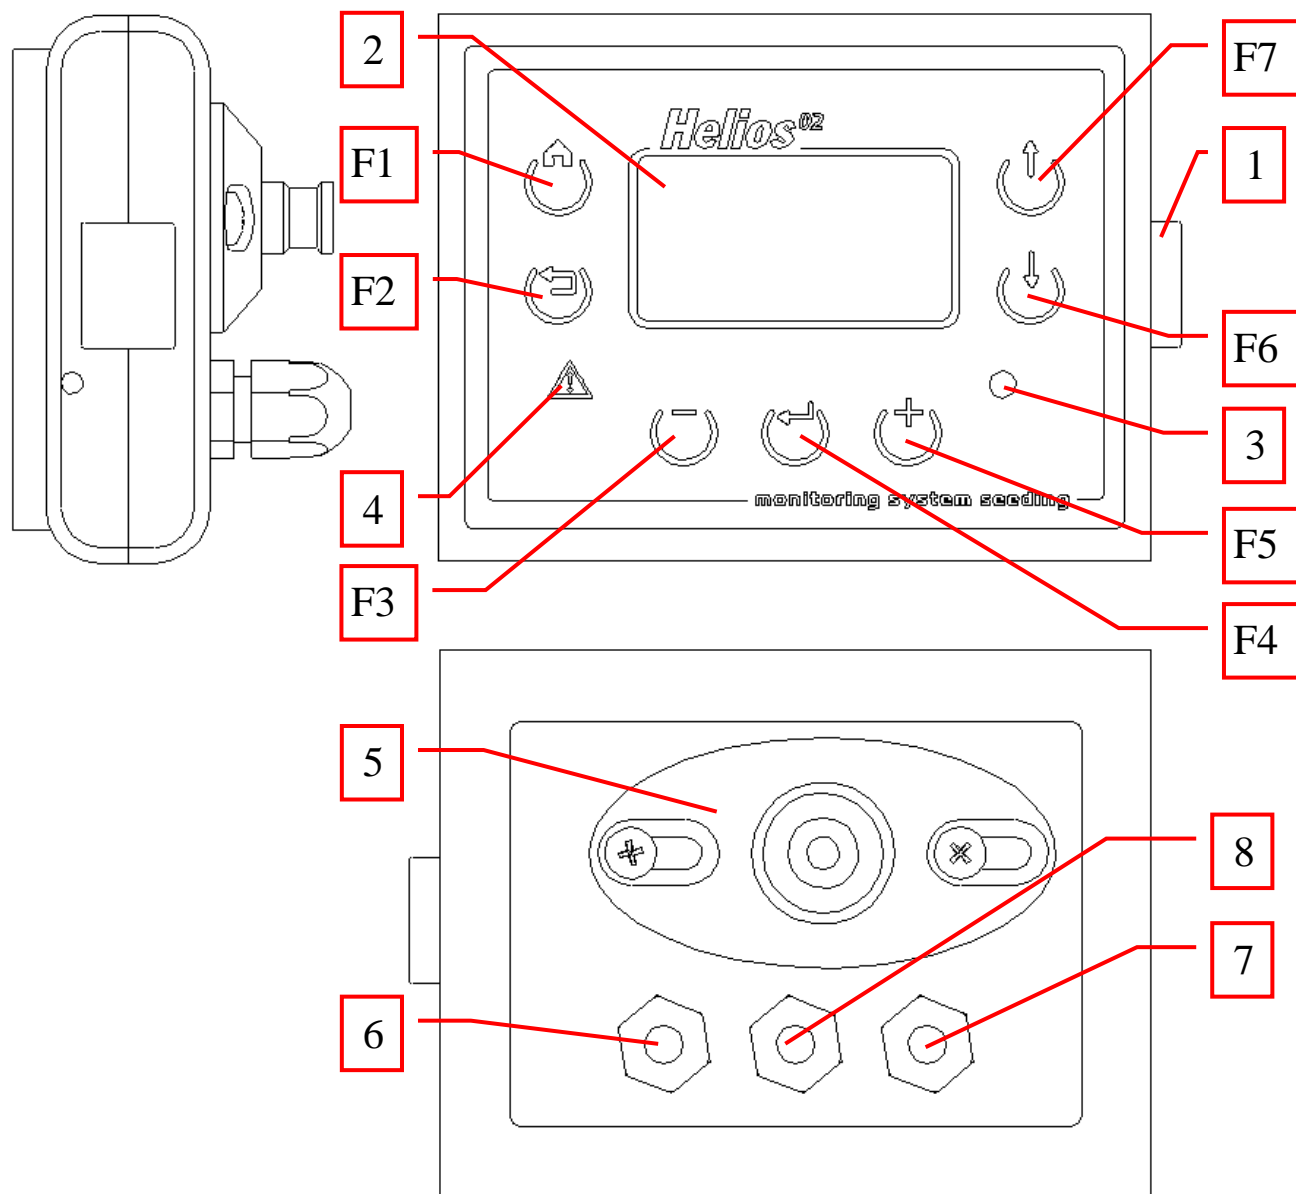

Рисунок 1
2.1. Внешний вид и органы управления панели оператора изображены на «Рисунок 1».
В таблице 1 описаны кнопки панели оператора, их графическое обозначение, функциональность и краткое описание. Расположение кнопок изображено на «Рисунок 1».